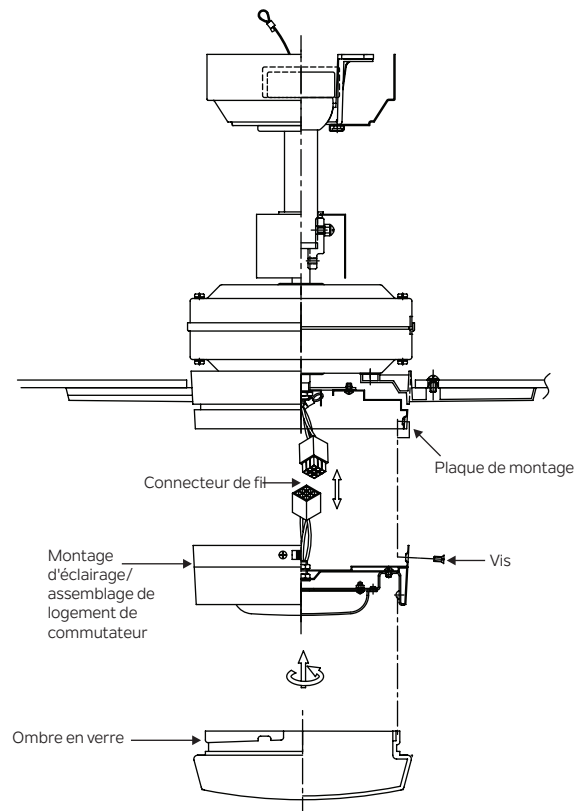

Fig. 18
**Étape 1.** Tout en tenant le luminaire /switch ensemble de logement sous votre ventilateur de plafond, poussez les connecteurs de fil carré ensemble. Un du ventilateur et un du boîtier d'interrupteur. (Fig. 18)
Fixez l'ensemble de boîtier d'appareil d'éclairage/commutateur à la plaque de montage avec les trois vis fournies. Assurez-vous que chaque vis est serrée. (Fig. 18)